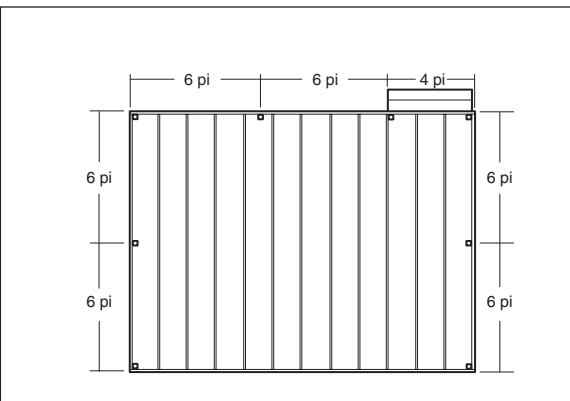

Figure 2
**Étape 1 :** Déterminez le nombre de poteaux de traverse nécessaires pour votre terrasse. *Leur espacement devrait être de 6 pi centre-à-centre,* Exemple : une terrasse de 12x16 attachée à un édifice avec une ouverture d'accès de 4 pi d'un côté exigerait en tout huit poteaux (**figure 2**).